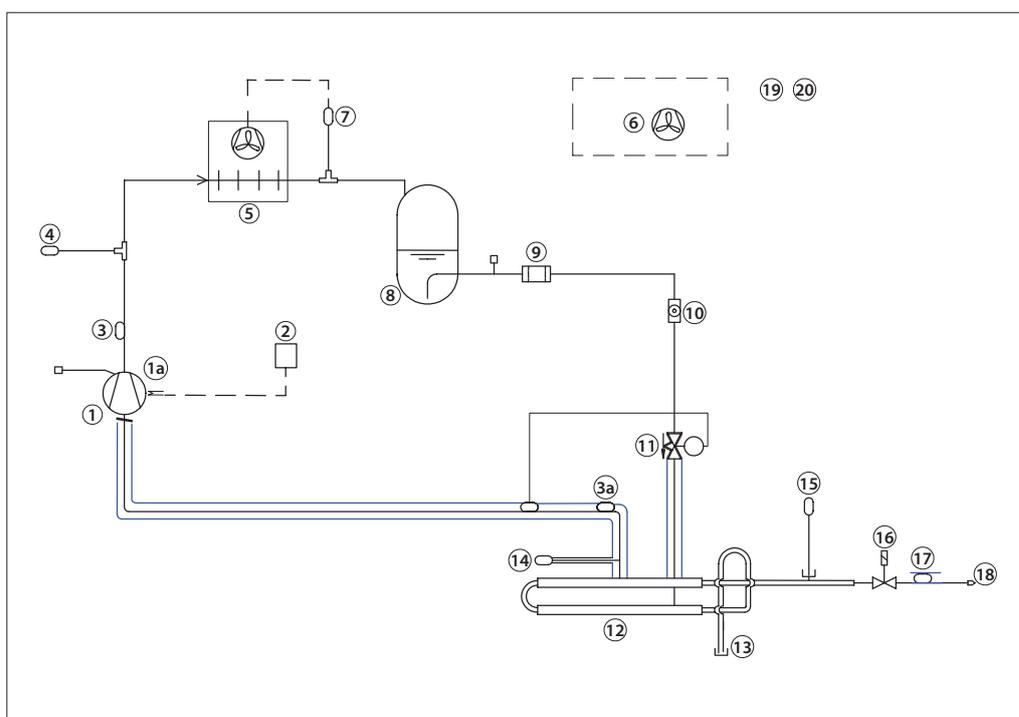

Fig. 1 - Disposition du purgeur R452A
Seuls 2 raccords mécaniques sont nécessaires pour le purgeur (voir fig. 1). Le débit d'ammoniac/de gaz NC de l'installation principale circule dans la bride pour ammoniac (voir le point 13 dans la figure 1 ci-dessous), tandis que la purge de gaz NC est effectuée par le tuyau de purge après le restricteur de purge (18).